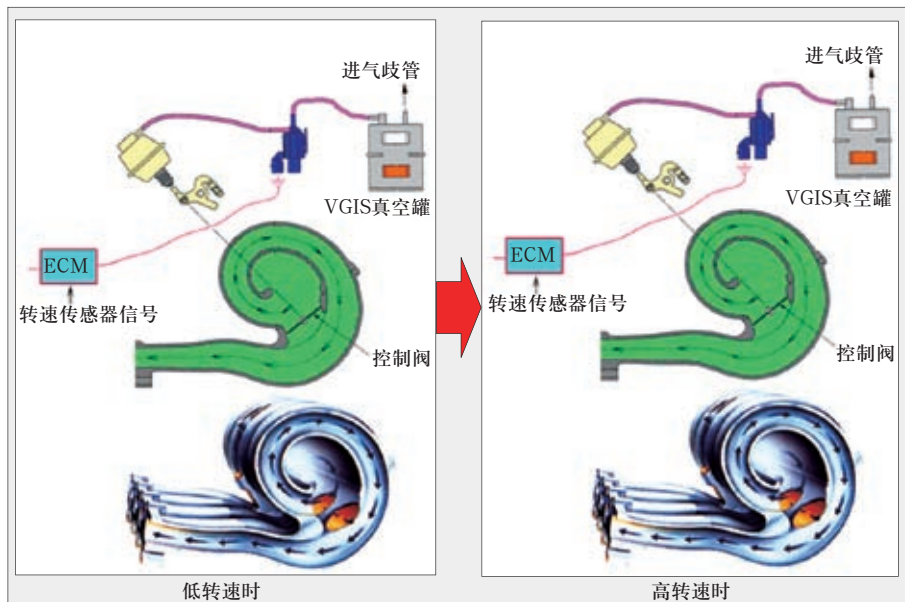

图5 VGIS系统的工作原理图
**故障诊断与排除:** 此车装配1.6L发动机(代号LDE), 采用了可变进气歧管(VGIS)技术, VGIS系统的工作原理见图5。在发动机中低速时进气道为长行程, 可以充分利用气流的惯性增压作用; 在发动机高速时, 进气道为短行程, 可以减小进气阻力, 从而提高进气效率, 提高发动机的输出扭矩。